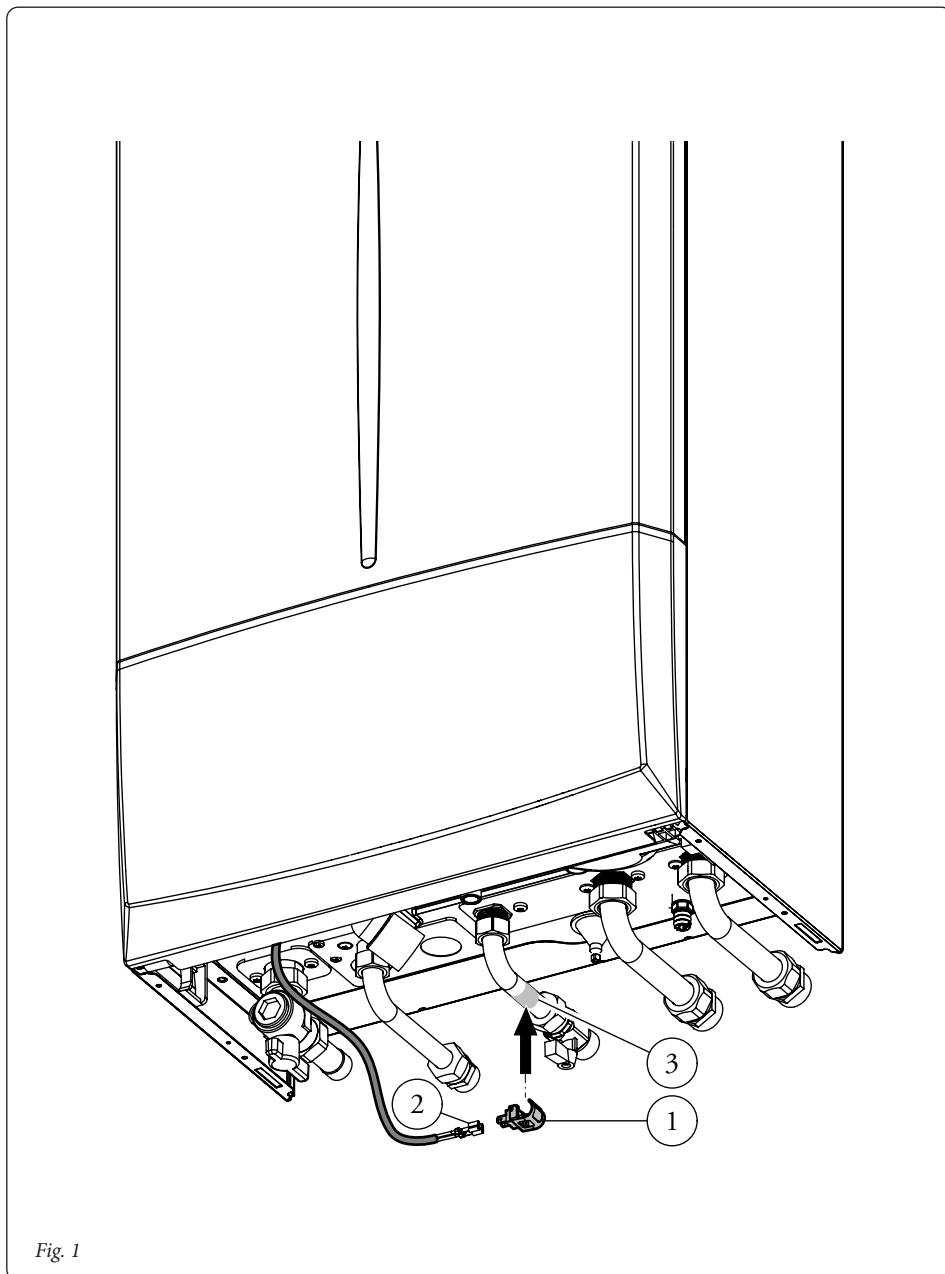

Fig. 1
**SERIE VICTRIX TT (Fig. 1)**
**VICTRIX TERA (Fig. 1)**
**VICTRIX TERA VIP (Fig. 1)**
**MAIOR KW (Fig. 1)**
**VICTRIX EXA (Fig. 1)**
**VICTRIX HYBRID (Fig. 1)**